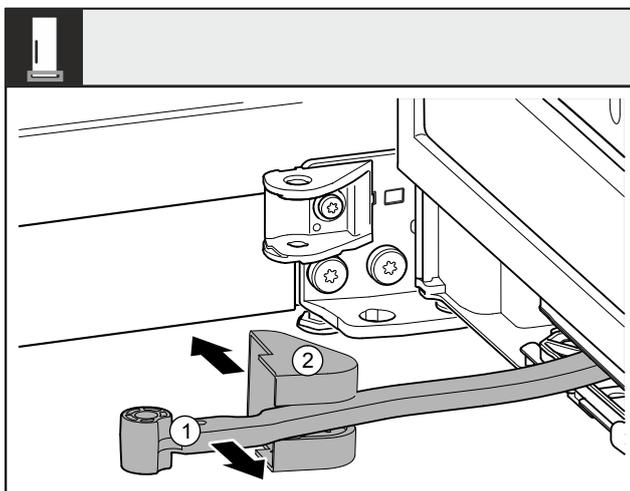

Fig. 10
- ▶ Поверните шарнир Fig. 10 (1) в направлении двери.
- ▶ Снимите крышку опорного кронштейна Fig. 10 (2)а.